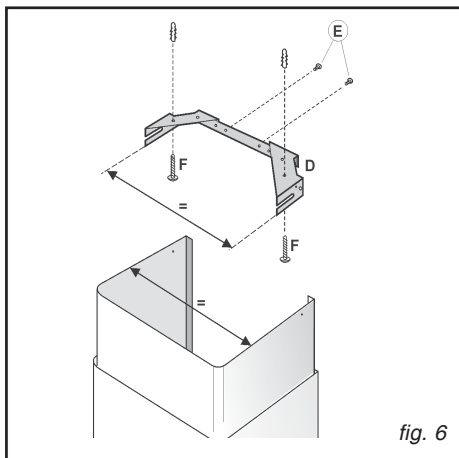
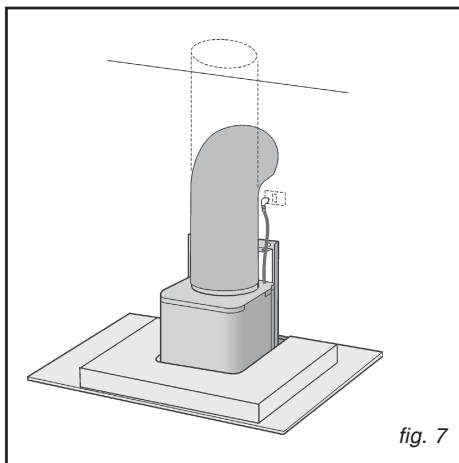
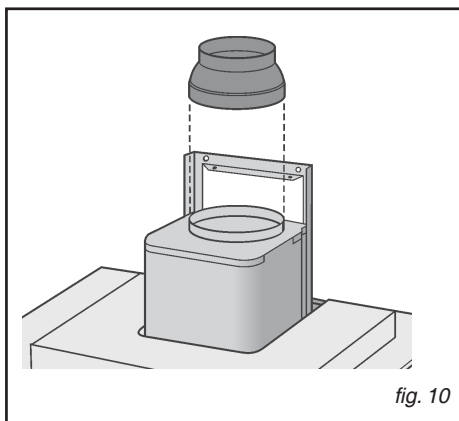

fig. 6
fig. 7
fig. 10
- Régler la largeur de l'étrier de support (D) de la cheminée à l'aide des vis (E) indiquées sur la Fig.6.
- Ensuite, à l'aide des chevilles et des vis (F), fournies, fixer le support au plafond en faisant attention qu'il soit dans l'axe de la hotte.
- Raccordez le conduit pour l'évacuation de l'air à la bouche de sortie d'air de la hotte; utilisez un tuyau souple et bloquez-le sur la bouche de sortie d'air de la hotte à l'aide d'un collier métallique - Fig.7
- Réglez la largeur de l'étrier de support (D) du tuyau télescopique à l'aide des vis E indiquées à la Fig. 6.
- Ensuite, à l'aide des chevilles et des vis (F) fournies, fixez le support au plafond en faisant attention qu'il soit dans l'axe de la hotte.
- Montez la réduction sur la hotte en face du point de sortie de l'air (Fig. 10).